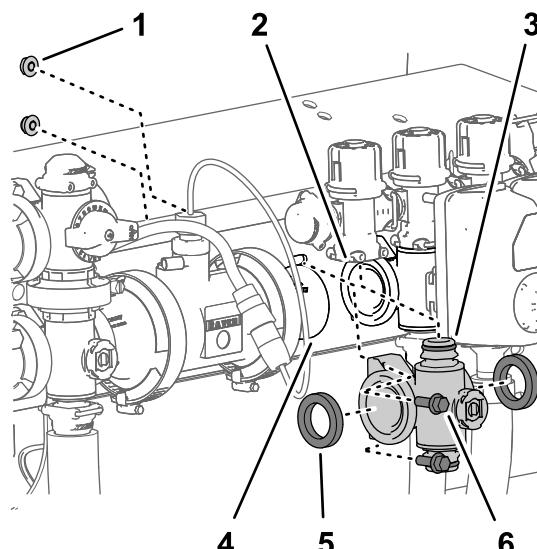
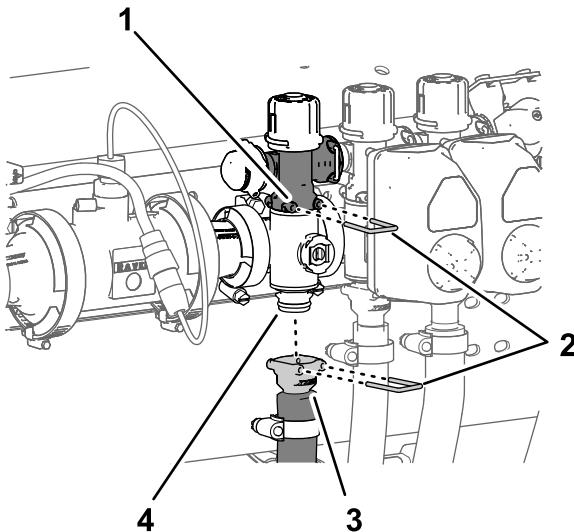

Figure 117
Figure 118
1. Alignez les 2 joints que vous avez retirés à la section Dépose de la valve de collecteur de section \(page 85\) et les brides du collecteur de vanne de section (Figure 117).
2. Alignez la bride du collecteur de vanne de section entre les brides des autres vannes de section et/ou adaptateur d'accouplement (Figure 117).
3. Fixez le raccord rapide du collecteur de vanne de section au raccord rapide femelle de la vanne de dérivation de section à l'aide d'un l'étrier de fixation (Figure 117 et Figure 118).
5. Pour les collecteurs de vanne de section gauche et droit, fixez le collecteur de vanne de section au support de vannes (Figure 117) à l'aide des 2 boulons à embase ($\frac{1}{4}'' \times \frac{3}{4}''$) et des 2 contre-écrous à embase ($\frac{1}{4}''$) que vous avez
8. Fixez le raccord rapide du flexible de section au raccord rapide du collecteur de vanne de section à l'aide de l'étrier de fixation (Figure 118).